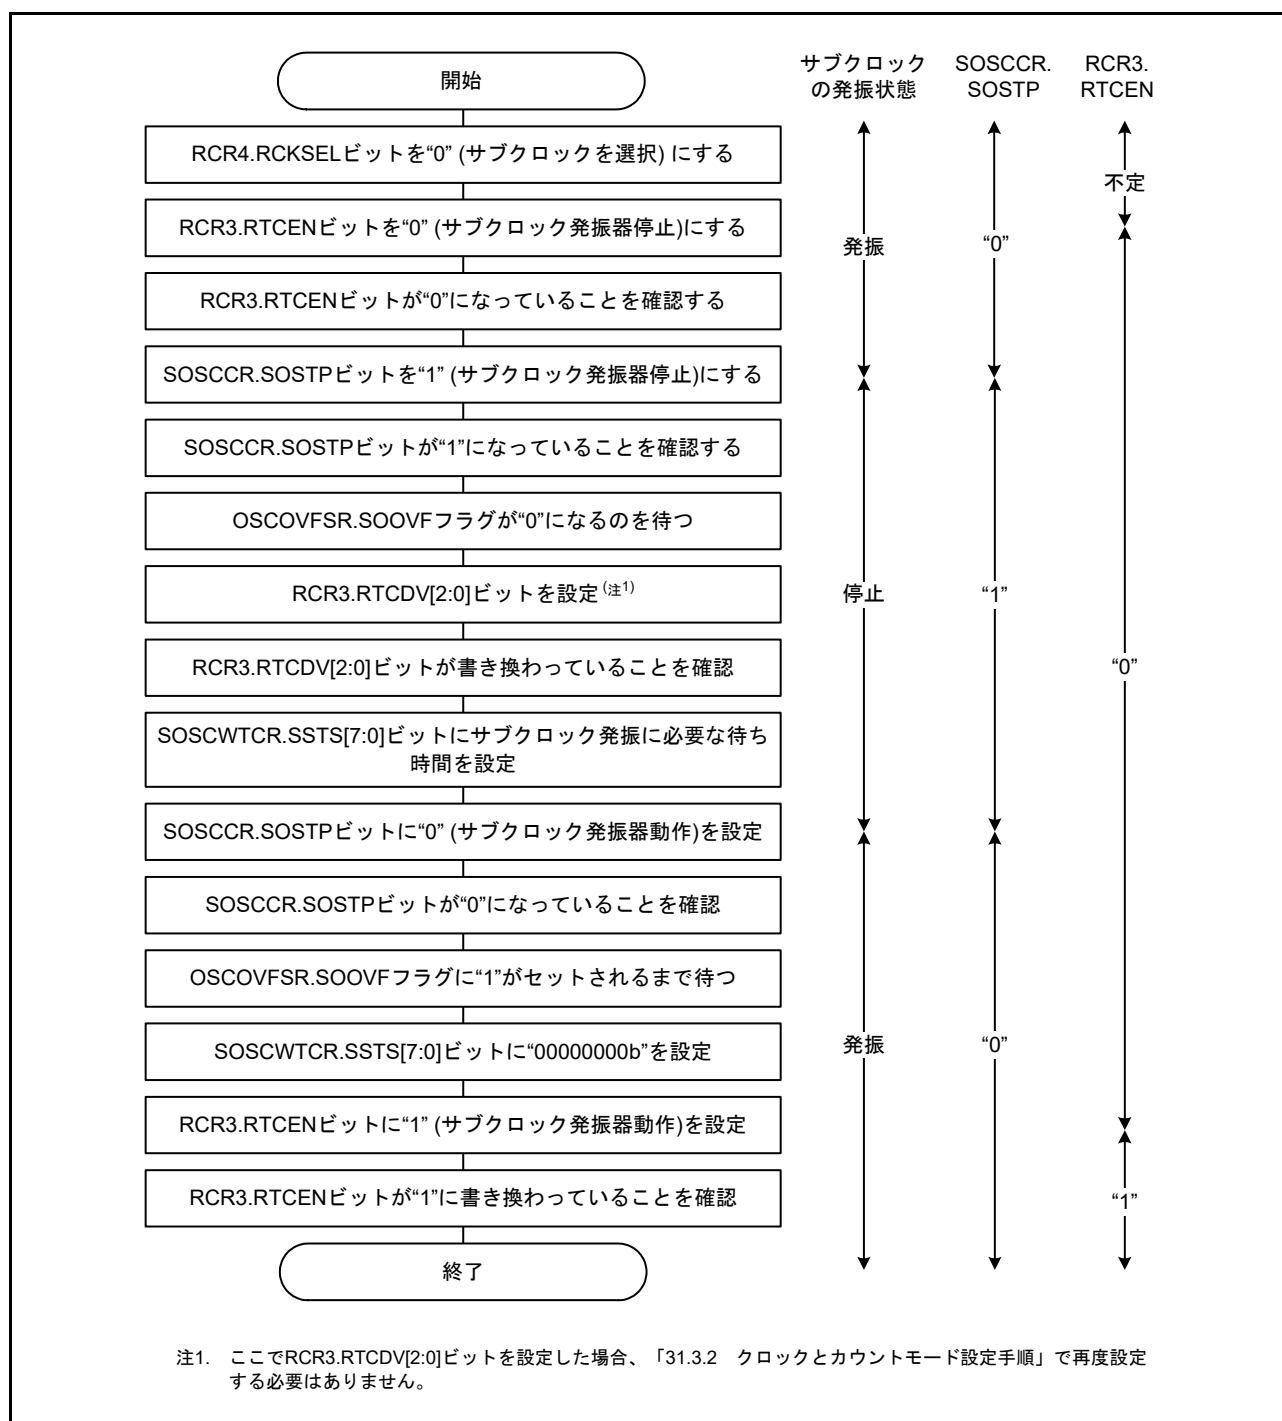

図 9.13 サブクロックをリアルタイムクロックのカウントソースに使用する場合の初期化フローチャート例
- サブクロックをシステムクロックとして使用し、かつリアルタイムクロックのカウントソースとして使用する場合、もしくはサブクロックをリアルタイムクロックのカウントソースのみに使用する場合は、**図 9.13** のフローチャートの例に従って初期設定してください。その後、「**31.3.2 クロックとカウントモード設定手順**」に記載されたクロック設定手順に従って設定を行ってください。